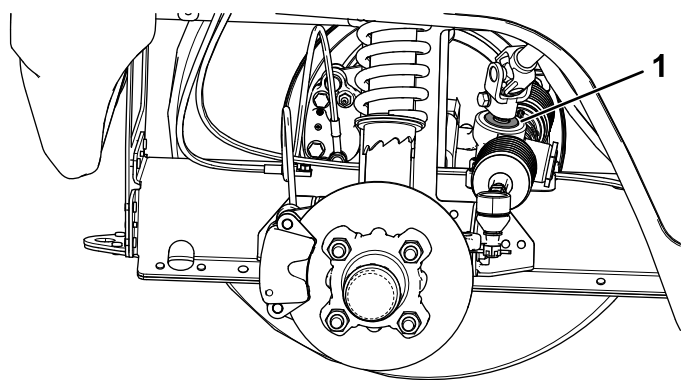

Figura 46
**Importante:** Ispezionate lo stato e la sicurezza della guarnizione dell'albero del pignone (Figura 46).